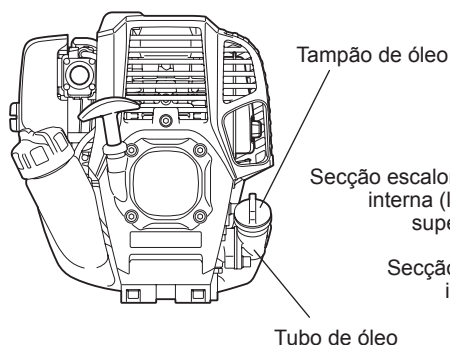
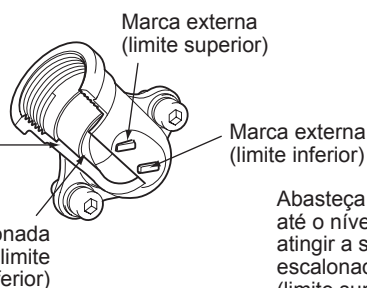

Fig. 1
Fig. 2 Tubo de óleo
- Defina o nível do motor, retire o tampão de óleo (Fig. 1) e verifique se existe ou não óleo no intervalo entre as marcas de limite superior e inferior do tubo de óleo (Fig. 2).